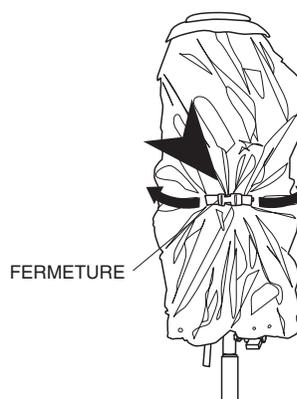

Figure 19. Desserrer la fermeture à boucle
5. Relâcher la boucle de la ceinture qui retient le ballon. Voir Figure 19.